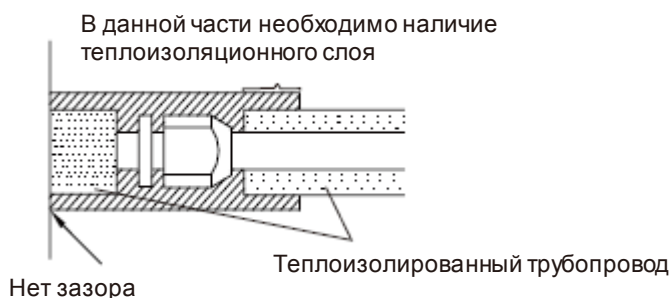

Рис.36
3) Соединения внутренних и наружных блоков должны иметь изоляционное покрытие. Не следует оставлять зазор между трубой и стеной. (Рис.36)